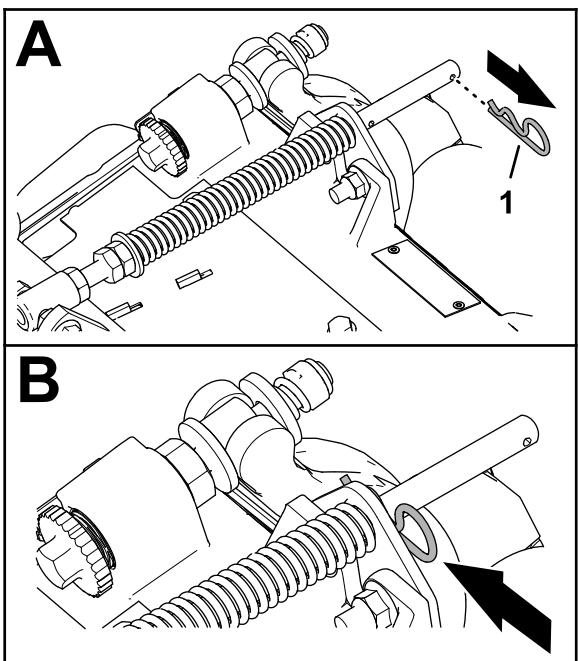

图 7
1. 如果发卡销安装在补偿弹簧杆的后孔中——拆下发卡销并将其插到支架旁边的孔中图 7。